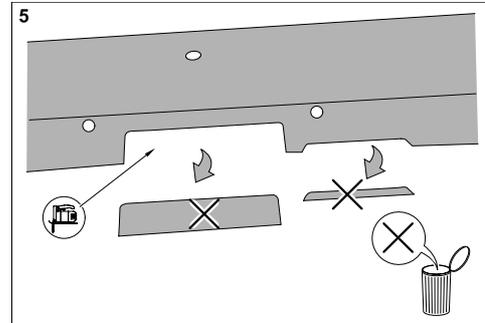

Figura 5: Barra del paraurti con taglio e smusso
- 14.) Ritagliare la barra del paraurti nella zona di montaggio del gancio di traino a sfera seguendo la marcatura. Sul bordo inferiore della barra del paraurti, nella zona della presa, praticare uno smusso 4x45° su una lunghezza di 80 mm (in corrispondenza della marcatura a sinistra sulla parte superiore della barra del paraurti); v. figura 5.